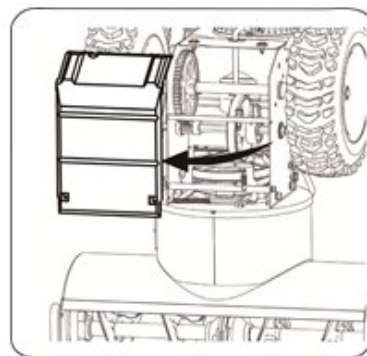

Bild 28
2. Luta försiktigt snöslungan uppåt och framåt så att den vilar på skruvhuset. Ta bort skärmen från snöslungans undersida genom att lossa de fyra självgående skruvarna som håller fast den. Se bild 28.